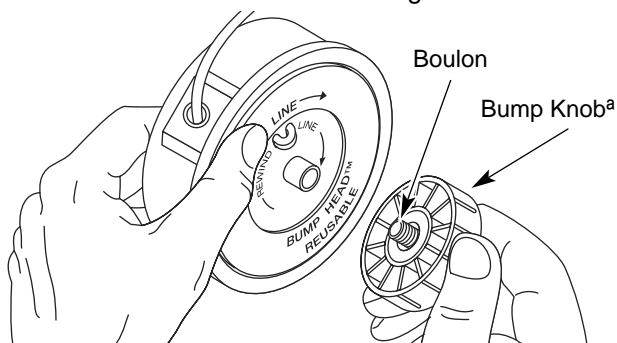

Fig. 12
1. Tenez la bobine extérieure d'une main et dévissez le bouton de butée vers la gauche (Fig. 12). Inspectez le boulon à l'intérieur du bouton de butée pour vous assurer qu'il se déplace librement. Remplacez le bouton de butée s'il est endommagé.
1. Tenez la bobine extĚrieure d'une main et dĚvissez le bouton de butĚe vers la gauche (Fig. 12). Inspectez le boulon Ě l'intĚrieur du bouton de butĚe pour vous assurer qu'il se dĚplace librement. Remplacez le bouton de butĚe s'il est endommagĚ.